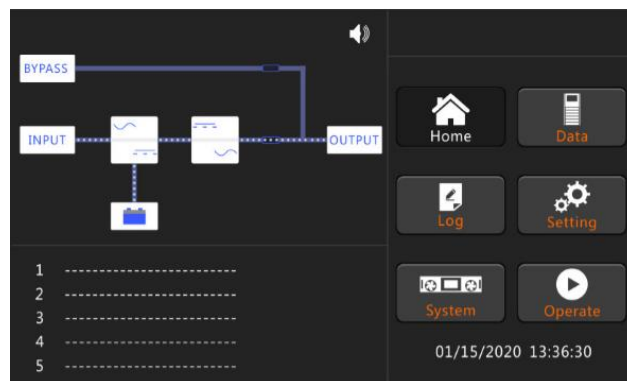

Fig.4-5 LCD du mode normal
8. Fermez l'interrupteur de batterie externe, l'indicateur de batterie clignote, puis l'ASI charge la batterie. L'ASI fonctionne en mode normal, comme le montre la figure 4-5